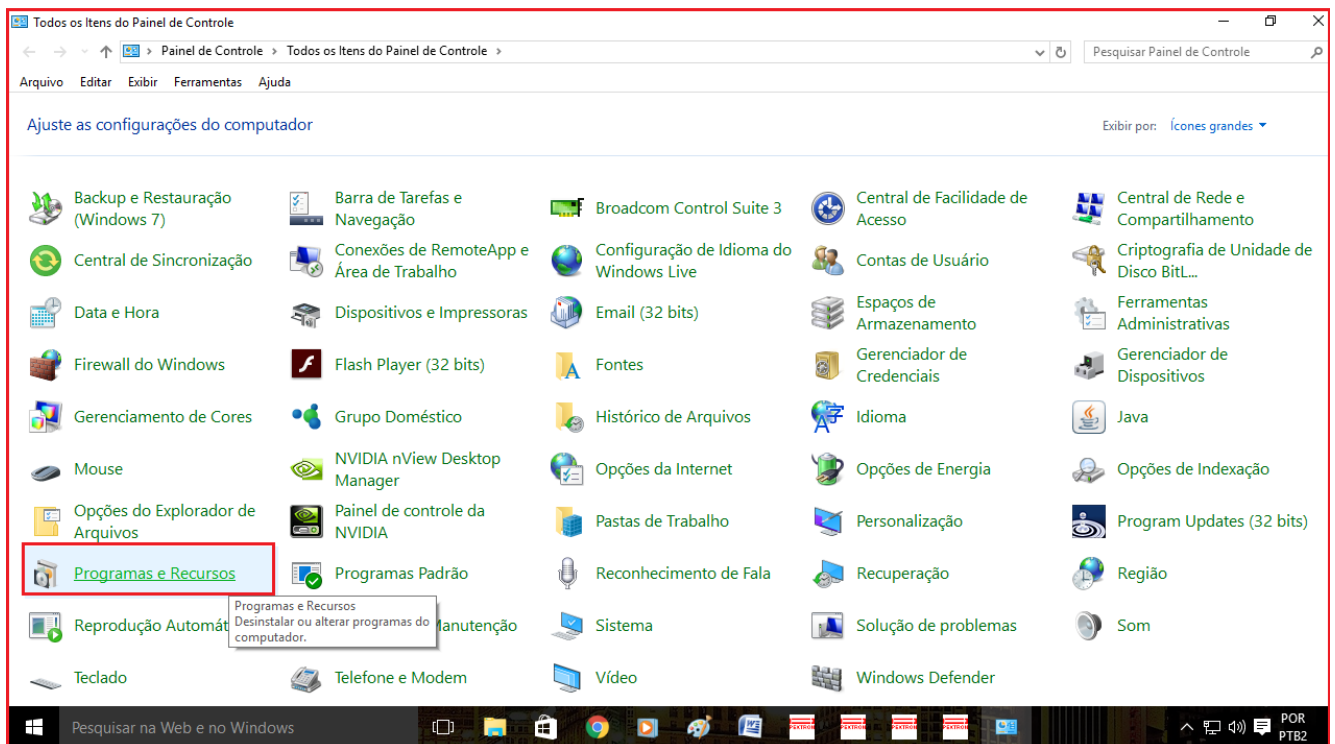

Figura 3.24: Desinstala ou altera programas e componentes do Windows.
b) Selecionar no painel de controle, “Programas e Recursos” para desinstalar ou alterar programas e componentes do Windows (figura 3.24).